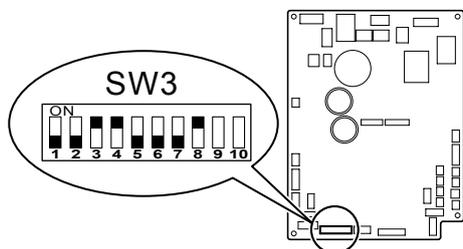

Fig. 6-2
6.2. Ρύθμιση εντοιχισμένης εσωτερικής μονάδας (απαραιτήρη) (Fig. 6-2)